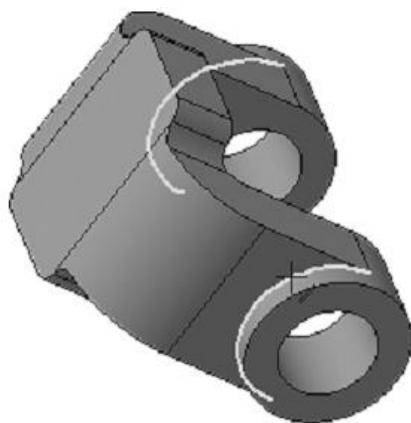

Рисунок 33.
7. Укажите второе ребро (рис. 33)